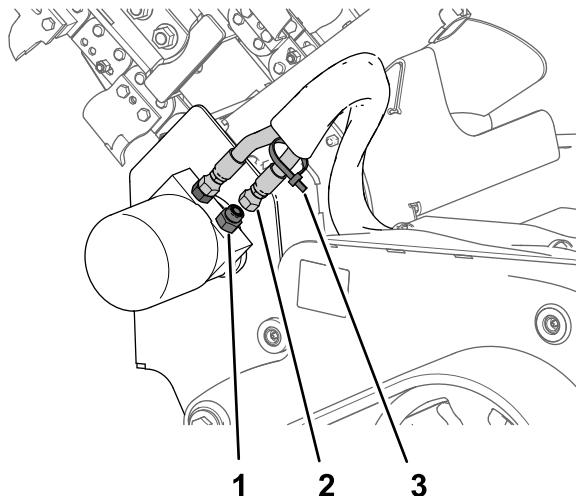

Figura 2
2. Pulite i flessibili e i raccordi idraulici nel motore idraulico per lo scavafossi (Figura 2).
3. Fissate una fascetta per cavi al flessibile idraulico in posizione più arretrata nel motore idraulico per lo scavafossi (Figura 2).